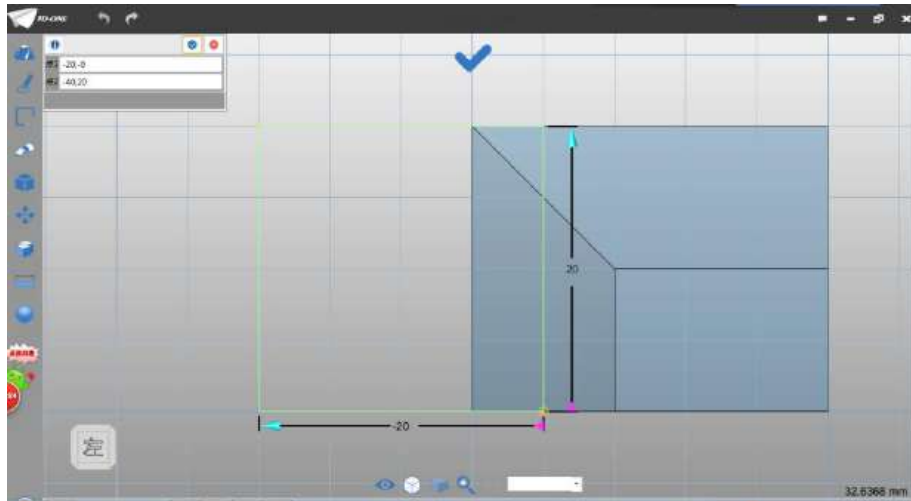

图 1-7
Step 7 根据网格交点，绘制 20*20 矩形，如下图 1-7 所示：